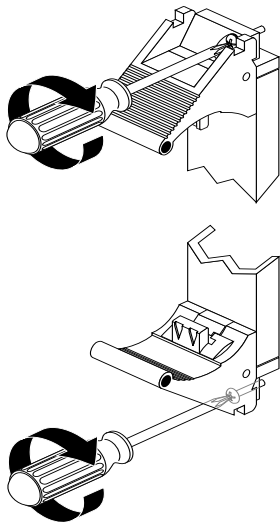

ABBILDUNG 4-7 Festziehen der Befestigungsschrauben der Verriegelungshebel
7. Ziehen Sie mithilfe eines Kreuzschlitzschraubendrehers (Nr. 2) die beiden Befestigungsschrauben in den Verriegelungshebeln der Karte (oben und unten) fest (ABBILDUNG 4-7).
11. Ziehen Sie mithilfe eines Kreuzschlitzschraubendrehers (Nr. 2) die beiden Befestigungsschrauben in den Verriegelungshebeln der Karte (oben und unten) fest (ABBILDUNG 4-7).